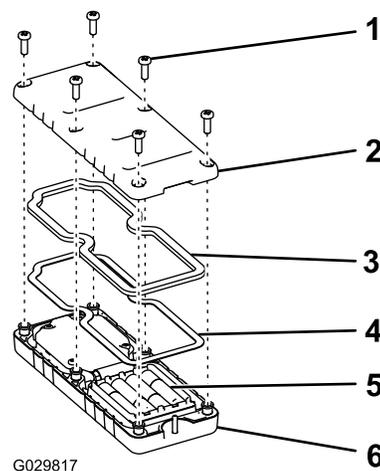

Рисунок 35
1. Отверните 6 винтов в задней части пульта дистанционного управления и снимите крышку (Рисунок 35).
5. Установите крышку, закрепите ее с помощью 6 ранее снятых винтов (Рисунок 35) и затяните их с моментом 1,5-1,7 Н·м.